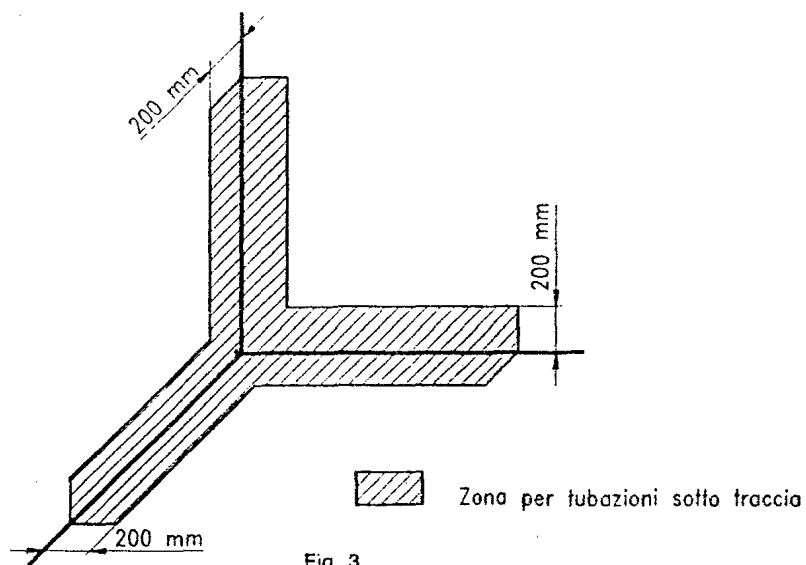

Fig. 3
2.3.3.1. Le tubazioni inserite sotto traccia devono essere posate ad una distanza non maggiore di 200 mm dagli spigoli paralleli alla tubazione e con elementi atti a permetterne l'individuazione del percorso (anche disegni), ad eccezione dei tratti terminali per l'allacciamento delle apparecchiature, i quali devono peraltro avere la minore lunghezza possibile (vedere fig. 3).